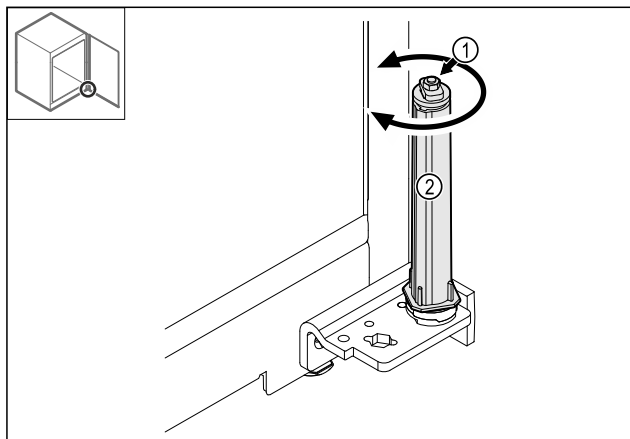

Fig. 41
- ▶ Не розбирайте гвинтове з'єднання Fig. 41 (1) запірного механізму.
- ▶ Поверніть запірний механізм Fig. 41 (2) до відсутнього клацання.